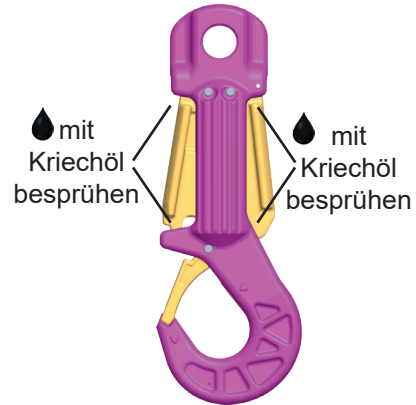

Abb. 10: Komponenten mit Kriechöl besprühen
- Ölen Sie die mechanisch beweglichen Komponenten des ROV-HOOK (Entriegelungsklappe und Sicherungsklappe, vgl. Abb. 10) in regelmäßigen Abständen mit biologisch abbaubarem Kriechöl.